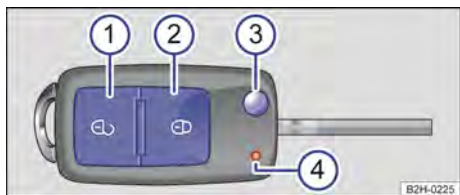

Fig. 14 Chave do veículo.
Legenda para Fig. 14:
A luz de controle → Fig. 14 4 pisca na chave do veículo quando o botão é pressionado. Se ela não se acender, é necessário trocar a bateria botão (denominação usual: bateria) da chave do veículo → Página 31.
**i** Se os botões da chave do veículo → Fig. 14 ou um dos botões do travamento central → Página 31 forem acionados repetidas vezes em curto intervalo de tempo, ocorrerá um desligamento temporário do travamento central para proteção contra sobrecarga. Nesse caso, o veículo fica destravado. Travar o veículo se necessário. <